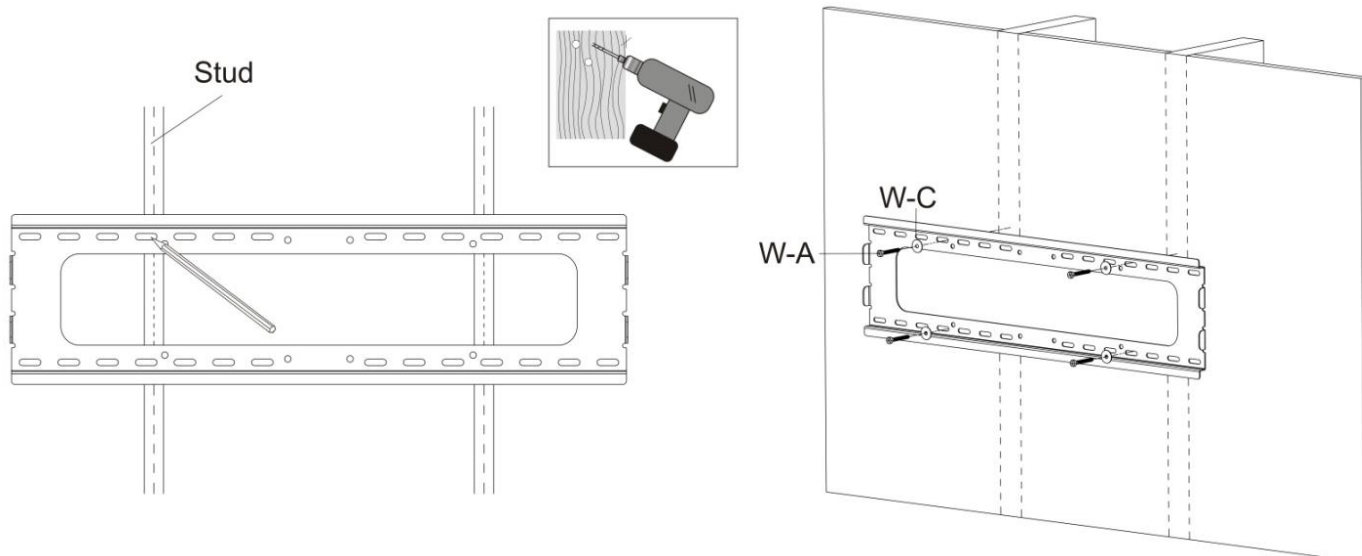

Fig. 2
- Eseguire quattro fori da 3mm di diametro e con una profondità di 30mm. Fissare servendosi di quattro bulloni a testa quadra (W-A) e di quattro rondelle M6 (W-C) come indicato nella Fig. 2.